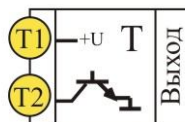

рис.1.3
- транзисторные (обозначение **T**, рис.1.3)